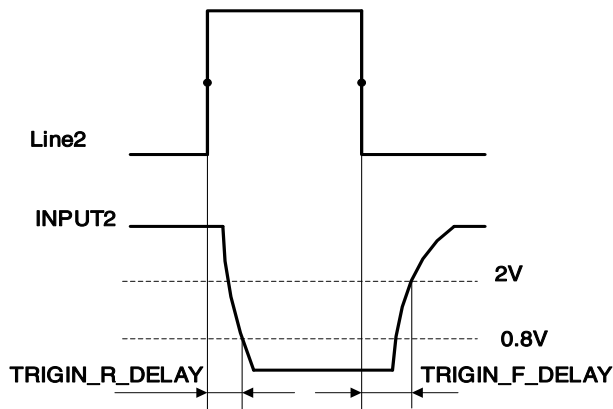

图 7-11 Line2 配置为输入引脚时电路延时参数
- 输入上升沿延时：<2 μ s（0 $^{\circ}$ C~45 $^{\circ}$ C），参数说明见图 7-11
- 输入下降沿延时：<2 μ s（0 $^{\circ}$ C~45 $^{\circ}$ C），参数说明见图 7-11